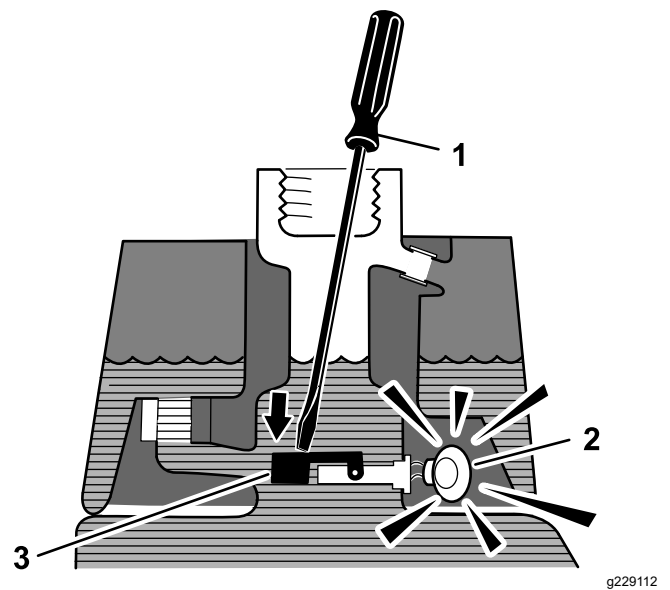

Figure 47
3. Introduisez une tige ou un tournevis propre dans le goulot du réservoir et enfoncez délicatement le contacteur à flotteur (Figure 47); l'alarme devrait se déclencher au bout d'une seconde.